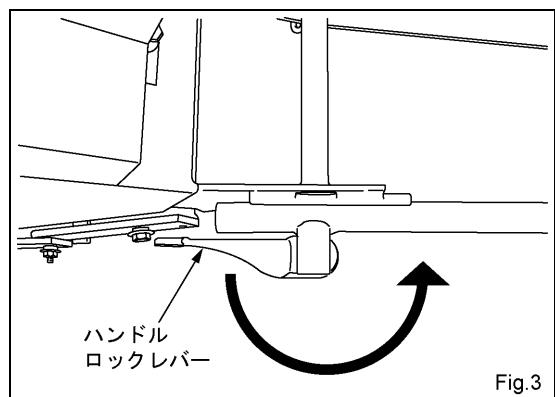

Fig.3
- (2) ハンドルロックレバーを矢印方向に回してハンドルを固定します。(Fig.3)